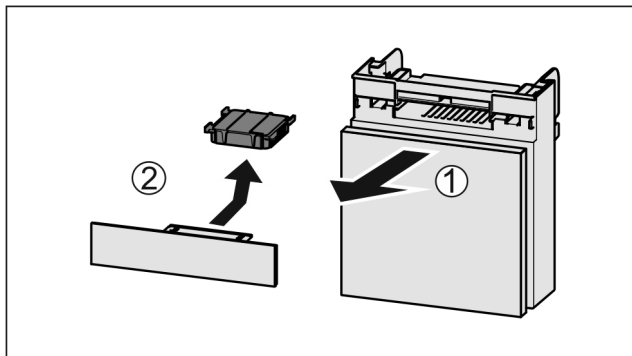

Fig. 226
- Fach nach vorne herausziehen Fig. 226 (1).
- Aktivkohlefilter entnehmen Fig. 226 (2).